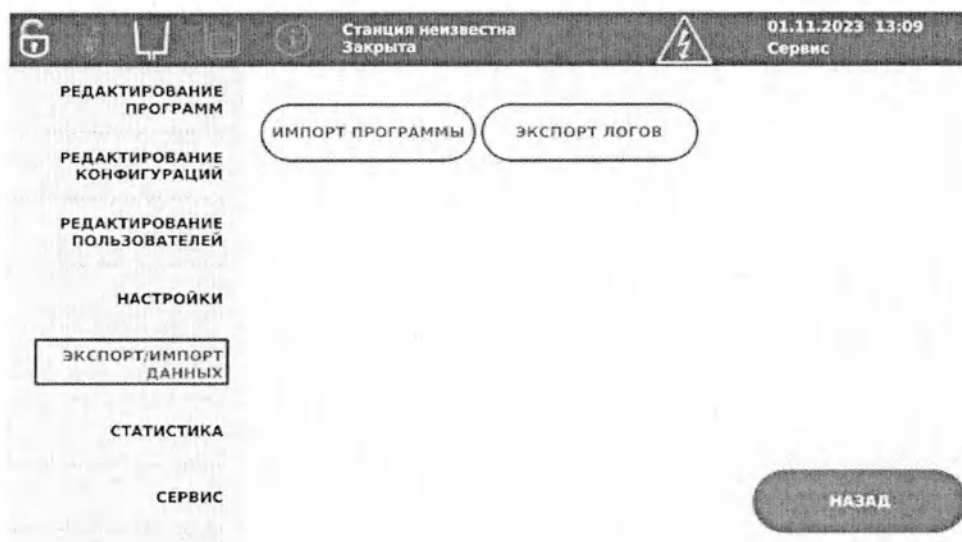

Рисунок 6.30 – Экспорт логов
1. На вкладке системных настроек выберите пункт меню **Экспорт/импорт** (Рисунок 6.30).
1. Для программы с внешнего носителя подключите носитель к USB-порту Изделия и нажмите кнопку **Импорт программы** (Рисунок 6.30).